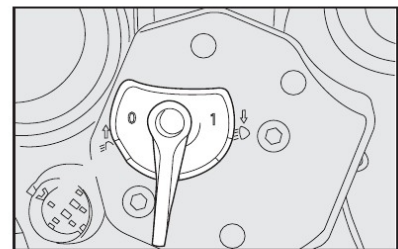

fig. 121
**Posição entre 0 e 1**-fig. 121 - com veículo com carga intermediária.